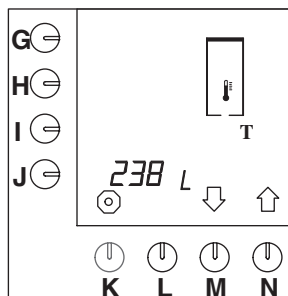

Fig. 29 Compteur totalisateur du générateur eau chaude
- Le compteur des totaux s'affiche sur l'écran de contrôle. Le nombre total de litres d'eau chaude qui ont été faits depuis la mise en service de la machine est visualisé sur l'écran de contrôle (fig. 29) .